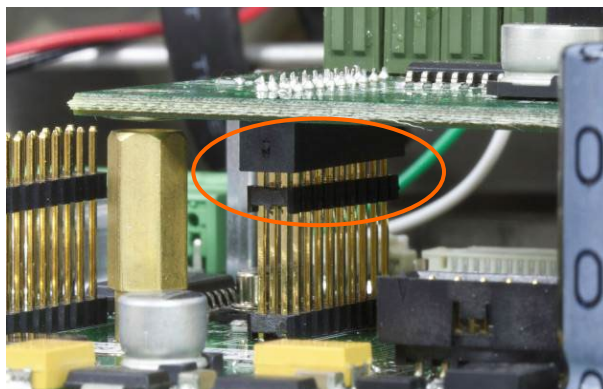

Figura 5-17: Alineación de las patillas de la tarjeta opcional
2. Presione suavemente la tarjeta opcional de manera que todas las patillas en el conector de la tarjeta principal se deslicen dentro del conector en la parte inferior de la tarjeta opcional. Cuando está instalada correctamente, cada patilla se inserta en un orificio correspondiente en el conector. Consulte la Figura 5-17.